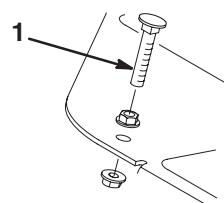

Figure 51
1. Enfoncez la pédale de déplacement. Si la pédale touche la butée (Fig. 51) avant que la tension soit ressentie sur le câble, un réglage est requis.
- A. Desserrez les contre-écrous à collet de fixation de la butée de pédale au plancher (Fig. 51).